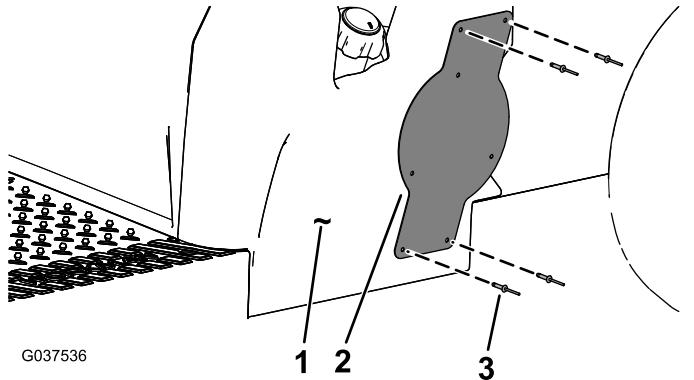

Bild 11
7. Befestigen Sie die Schildhalterung an den erstellten Bohrungen der Seite des Sitzunterteils mit vier Blindnieten ($3/16'' \times 15/16''$), wie in **Bild 11** abgebildet.